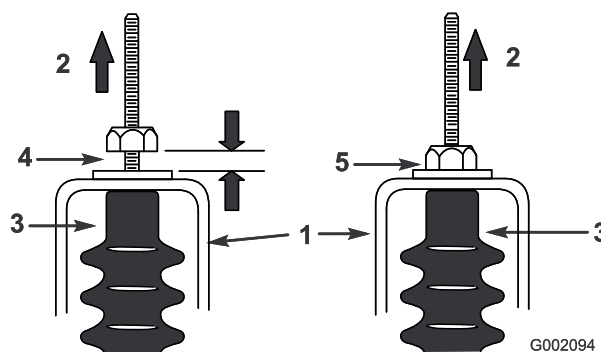

Figura 50
5. Tire hacia arriba de cada cable de cambio y asegúrese de que hay un espacio de 0,76–1,52 mm entre la tuerca/arandela y la pletina de punto muerto (Figura 50).